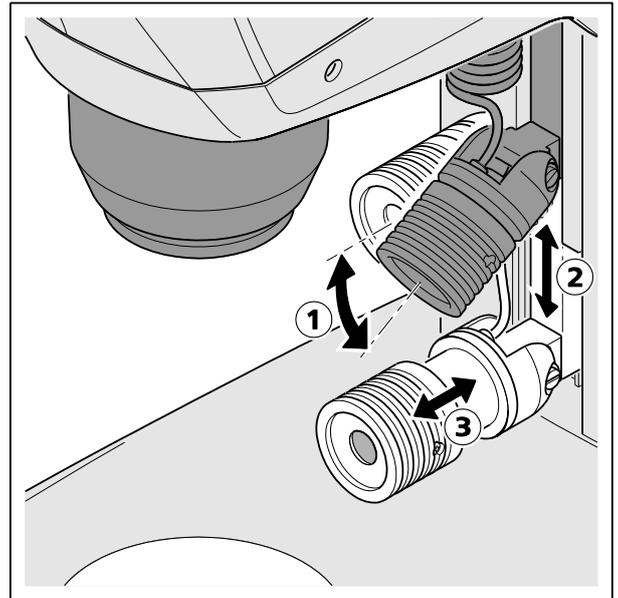

Fig. 15 Réglage du dispositif d'éclairage à spot
- Pousser le dispositif d'éclairage à spot dans le guide jusqu'à la hauteur requise (Fig. 15/2).
- Régler l'angle (Fig. 15/1) à l'aide de l'axe du dispositif d'éclairage à spot de manière à ce que l'objet soit illuminé de manière optimale.
- Régler la taille et la luminosité du spot en décalant l'unité de mise au point (Fig. 15/3) (zoom d'éclairage).